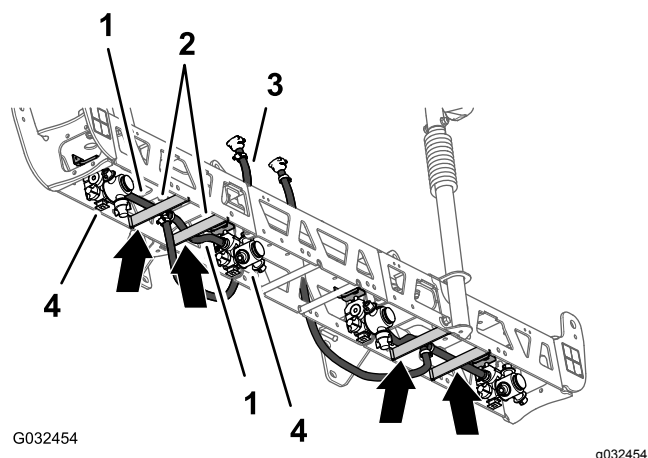
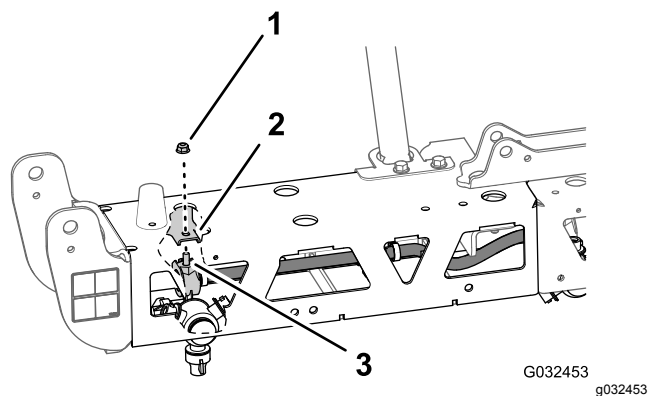

Figura 81
Figura 82
- Enrute la manguera de 13 mm y el conjunto de la boquilla entre los tirantes del perfil exterior (Figura 81).
- Enrute la manguera y la boquilla por encima del tirante y hacia fuera hasta llegar al soporte de la boquilla exterior (Figura 81).
- Alinee el perno de cabeza hexagonal (5/16" x 3/4") de la boquilla de fumigación con el orificio del soporte de la boquilla, y sujete provisionalmente la boquilla al soporte con una contratuerca con arandela prensada (5/16") del Kit de acabado del sistema de fumigación GeoLink (Figura 82).
4. Enrute la otra manguera de 13 mm y el conjunto de la boquilla entre los tirantes del perfil exterior (Figura 81).
5. Enrute la manguera y la boquilla por encima del tirante y hacia dentro hasta llegar al soporte de la boquilla interior (Figura 81).
6. Alinee el perno de cabeza hexagonal (5/16" x 3/4") de la boquilla de fumigación con el orificio del soporte de la boquilla (Figura 82), y sujete provisionalmente la boquilla al soporte con una de las contratuercas con arandela prensada (5/16") que retiró en los pasos 1 y 4 de Retirada de las boquillas de fumigación \(página 33\).
8. Enrute la manguera y el acoplamiento dentado de 13 mm x 810 mm por el lado de la sección de brazo central que tiene los soportes izquierdo y derecho (Figura 81).
9. Repita los pasos 1 a 8 con el otro conjunto de manguera y boquilla en el otro perfil exterior (Figura 81 y Figura 82).